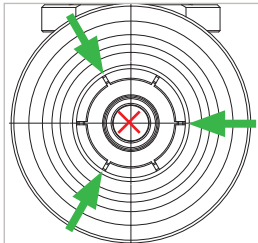

Abbildung 7
Hinweis: Achten Sie darauf, dass kein Reinigungsmittel in den Gaskanal (*Abbildung 7*) gelangt.
- ▶ Geben Sie je einen kurzen Sprühstoß mit dem Zielröhrchen zwischen jede zweite Spannzange (*Abbildung 7*).
Achtung: Der Schmierstoff darf nicht in den Gaskanal gelangen (*Abbildung 7*).